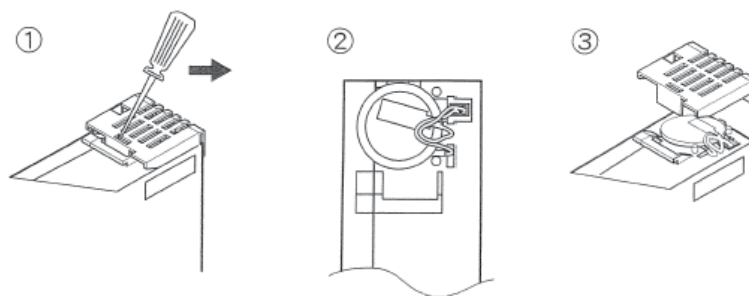

Рис. 18: Замена батареи в узле ЦП
- Степень зарядки буферной батареи для часов реального времени контролируется системой и при необходимости отображается на ЖК-дисплее. Помимо этого, рекомендуется замена буферной батареи с интервалом в 12 месяцев. Для этого заменить батарею в узле ЦП (см. рис. 18).